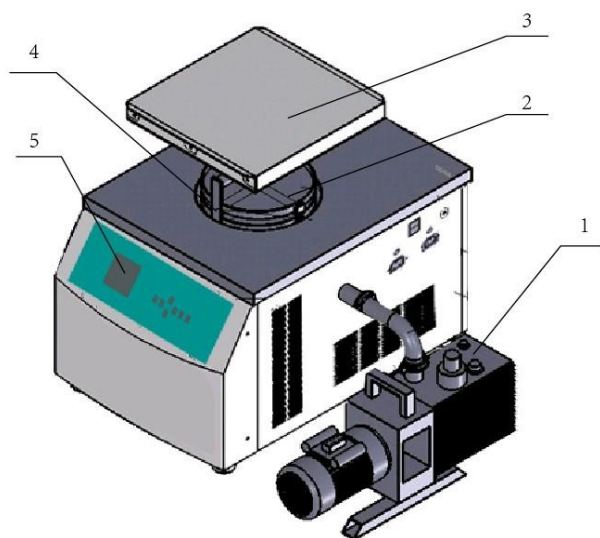

图 1-5 预冻
- (1) 打开制冷机，对设备进行预冷，当冷阱温度下降至 -40°C 以下后，就可以对物料进行预冻；
- (2) 将物料放入物料盘（液体直接注入物料盘，固态或瓶装物料均匀摆放在物料盘上即可）；
- (3) 将物料盘放入预冻架，探头放入物料盘与物料充分接触，以减少样品温度与实际温度的误差；
- (4) 将预冻架放至冷阱内（如图 1-5 所示）；
- (5) 盖上保温盖；
- (6) 预冻至物料各部分温度都下降至该物料共晶点以下后，维持 1 小时左右预冻可以结束，准备进入干燥阶段。